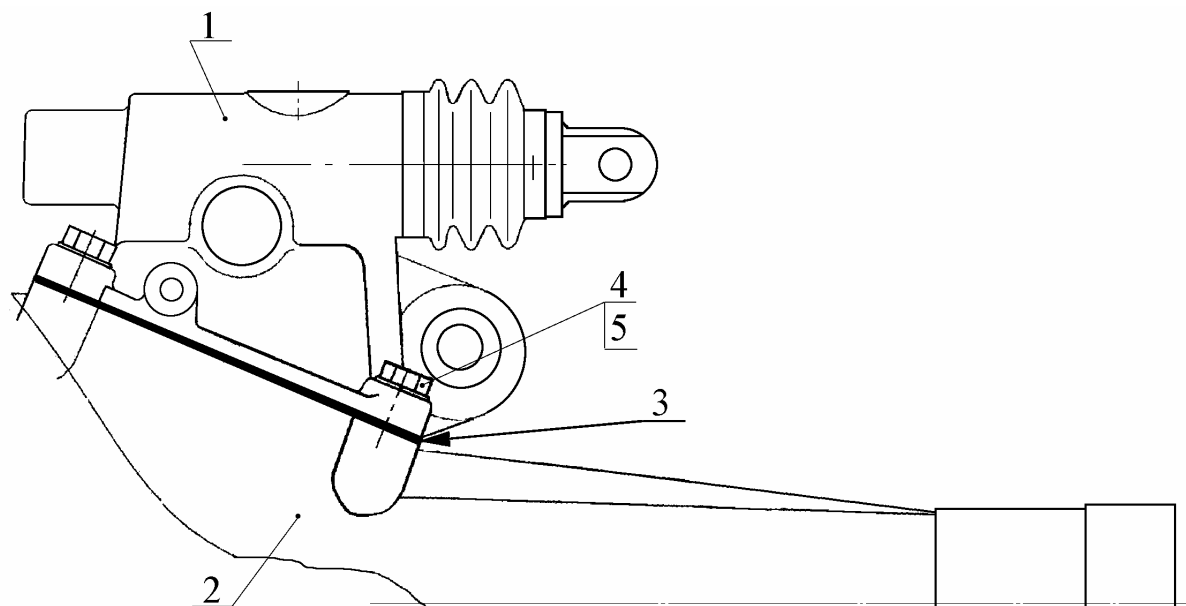

Рис. 2. Снятие механизма переключения с коробки передач:
4.3. Снять механизм 1 (рис. 2) переключения с коробки передач и прокладку 3, вывинтив и сняв четыре болта 4 с шайбами 5